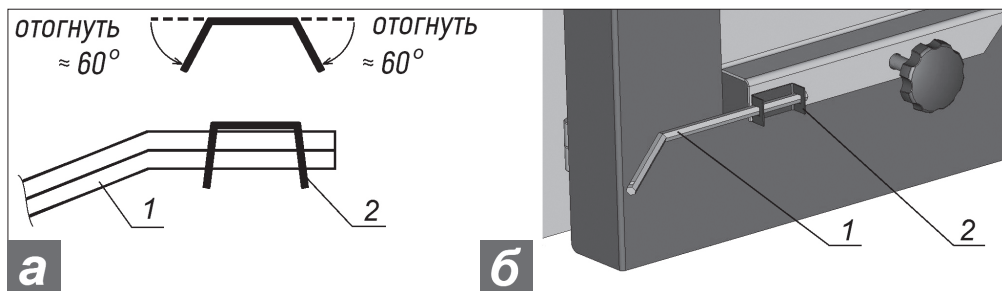

Рисунок 2. **Схема гибки пластинки (а) и установка (б) шестигранного стержня:**
4.13. В режиме работы котла на твёрдом топливе, можно установить регулятор тяги (через патрубок **поз. 11**). Цепь регулятора крепится к стержню **поз. 8**, который вставляется в монтажную пластинку (**поз. 2** на рис. 2) на дверце зольника. Края пластинки аккуратно отогните сначала на угол $\approx 60^\circ$. Затем вставьте стержень. Не отгибайте слишком сильно края пластинки, т.к. фиксация стержня будет зависеть от подпружиненного состояния пластинки. В отсутствие регулятора свободный патрубок **поз. 11** следует загерметизировать заглушкой G $\frac{3}{4}$ " из комплекта котла.